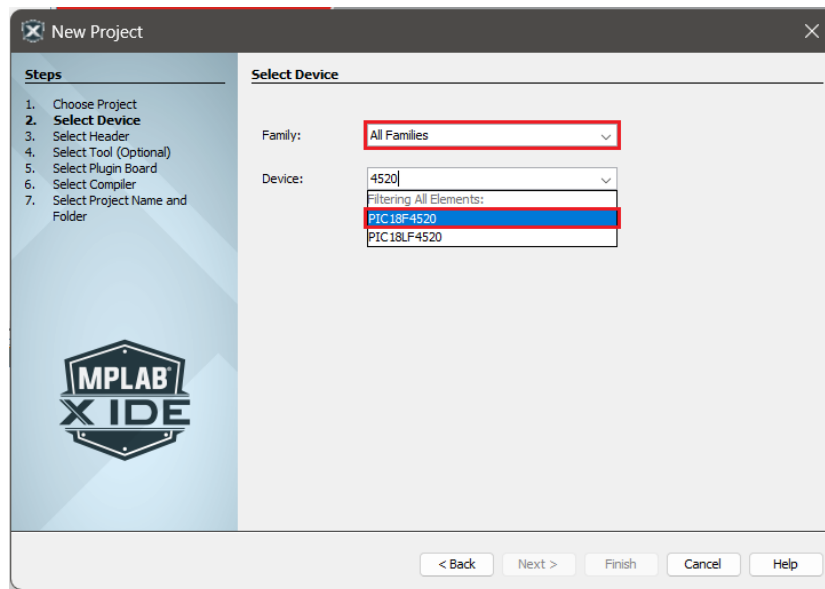

Figura 4.2: Escolhendo o PIC para a prática.
- **Passo 2:** Na próxima etapa, para escolher o dispositivo (micro) da prática vá em **Device**, selecione o PIC18F4520 e clique em **Next**, conforme ilustrado na Figura 4.2.